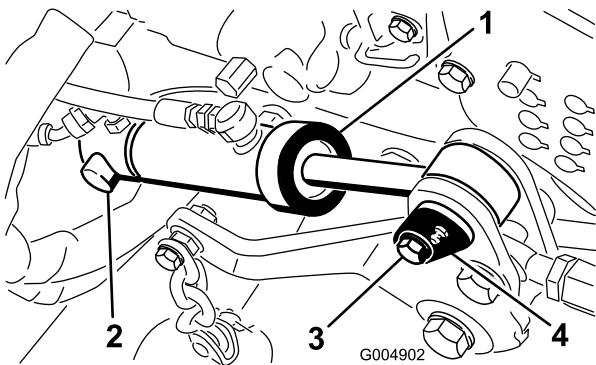

Figure 13
9. Montez l'arrière du vérin de levage du tablier sur l'axe de pivot et fixez-le en place avec la bague de retenue (Figure 13).
10. Fixez l'avant du vérin de levage au cadre du tablier de coupe avec la goupille et la vis (Figure 13).